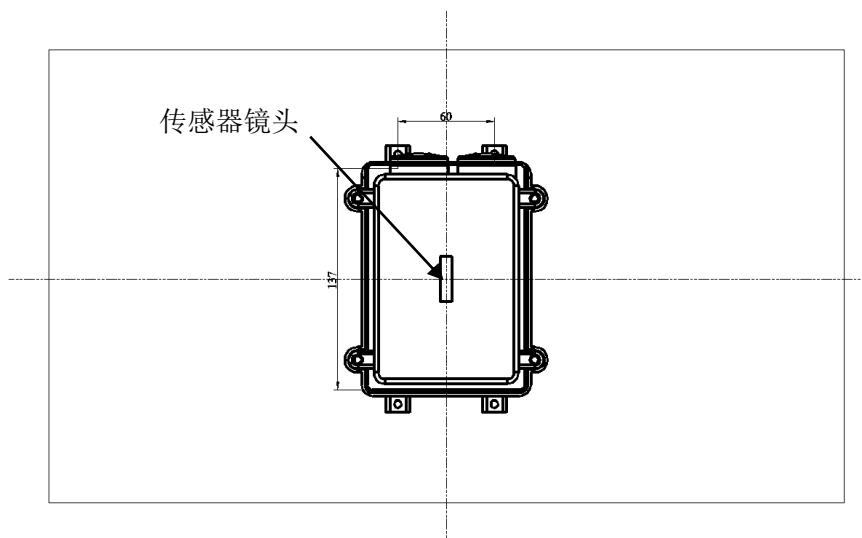
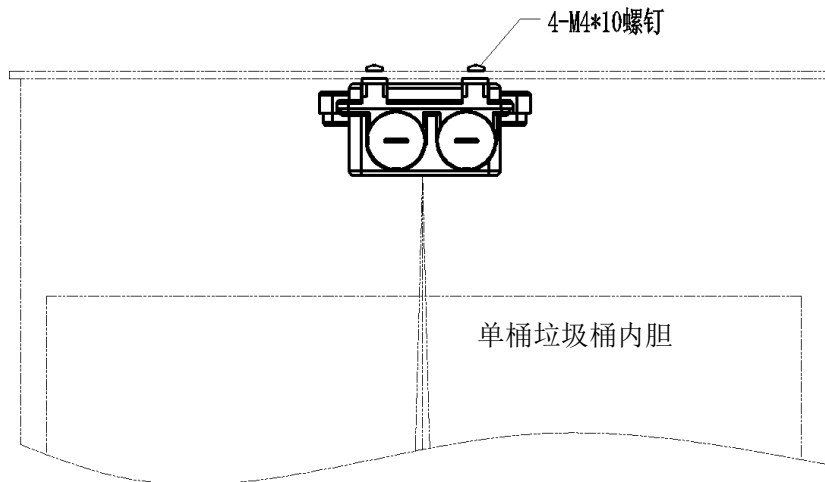

图5 单桶垃圾桶满溢监测终端安装图 a)
图6 单桶垃圾桶满溢监测终端安装图 b)
b) 在垃圾桶的顶部按图 6 尺寸要求打四个 $\Phi 4.5$ 孔，孔距 $137\text{mm} \times 60\text{mm}$ ，位置为垃圾内桶轴线正上方（如图 5 所示），螺钉为 $M4 \times 10$ 。